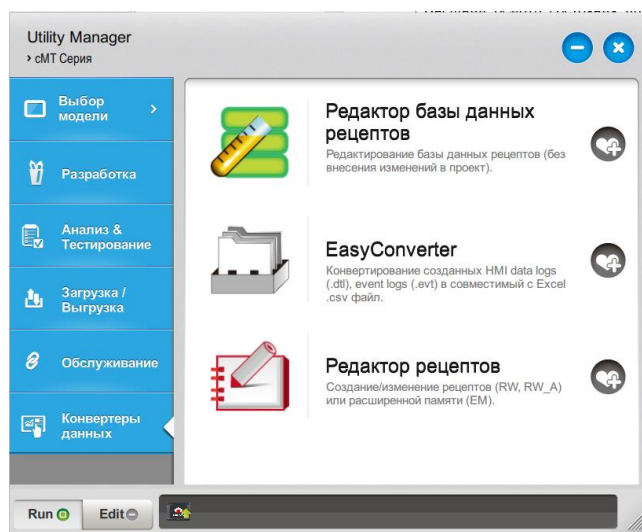

Рисунок 6.1 – ПО Utility Manager
2. Открыть Utility Manager (рисунок 6.1).